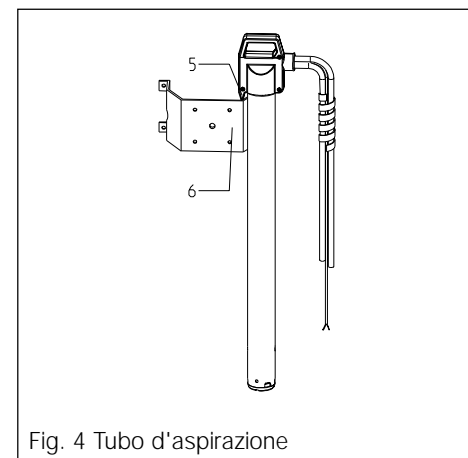

Fig. 4 Tubo d'aspirazione
Una volta che è stato rimosso dal contenitore di dosaggio vuoto e prima di introdurlo in quello nuovo, il tubo di aspirazione può essere appeso al gancio (6) dell'apparecchio mediante l'occhiello (5) (vd. Fig. 4).